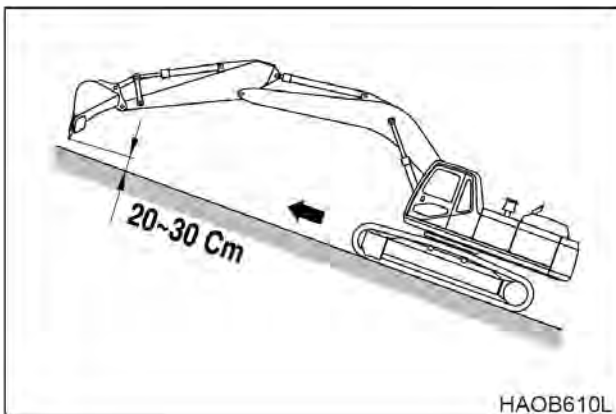

Рис. 34
- Следует двигаться только строго вверх или вниз по склону, запрещается передвигаться поперек склона по диагонали. См. рис. 34 - 35. Полностью выдвинуть рукоять, и опустить стрелу, чтобы ковш был на высоте 20-30 см над грунтом. Если машина заскользила или стала неуправляемой, следует немедленно опустить ковш, чтобы восстановить управляемость. Если двигатель заглох, опустить ковш, убедиться, что все органы управления находятся в нейтральном положении, и снова запустить двигатель.